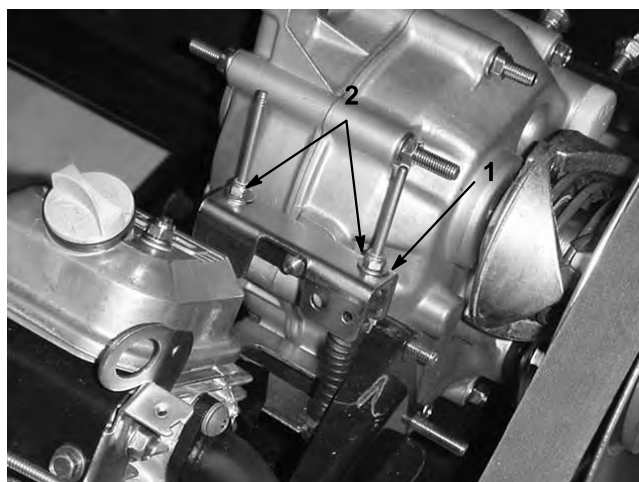

Figura 40
Sempre que for necessário efectuar operações de manutenção programada e/ou diagnósticos do motor, deverá colocar a alavanca de mudanças na posição de ponto morto (Figura 40). A alavanca de mudanças do veículo possui uma posição de ponto morto que controla a posição neutra do eixo transversal. Deverá executar as seguintes operações para se certificar de que a alavanca de mudanças controla a posição neutra do eixo transversal de forma correcta:
2. Certifique-se de que o suporte neutro está na posição neutra (nível), rodando a embraiagem (Figura 40). O veículo não deve andar, nem para a frente, nem para trás. Se isso acontecer, coloque manualmente a embraiagem na posição neutra.
3. Aperte uma das porcas (Figura 40) até eliminar toda a folga do cabo das mudanças.